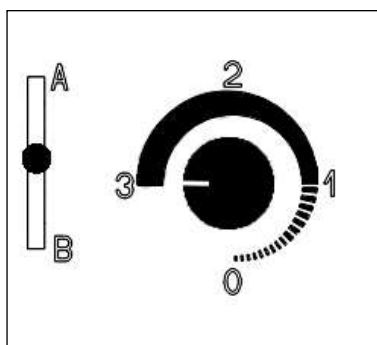

Fig. 11. Allumage et rechargement
2. Tournez le bouton de contrôle de la combustion et positionnez-le vers la gauche. Ce bouton doit être tourné manuellement ou en appuyant sur la touche «ON/HI» de la télécommande (en option). (Configuration fig. 11)